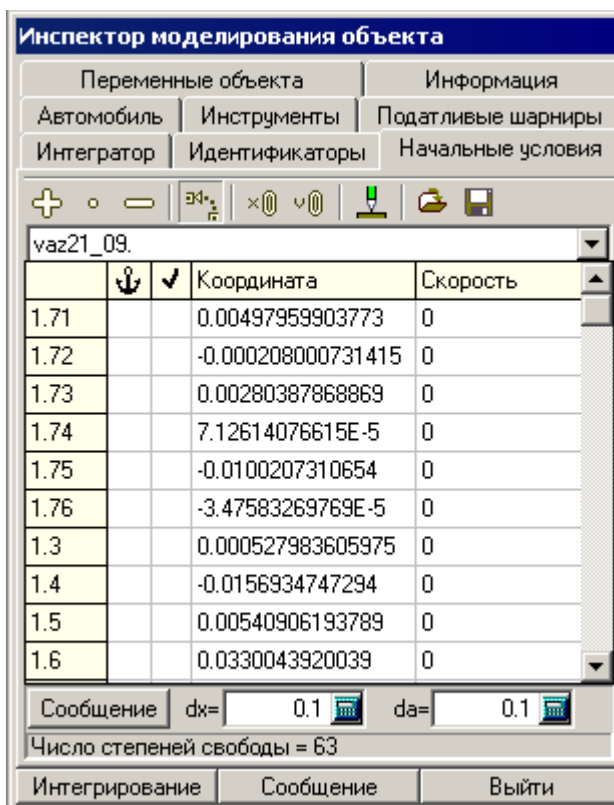

Рис. 1.2. Начальные условия для модели ВАЗ 2109
10. Обнулите скорости кнопкой , см. рис. 1.2.